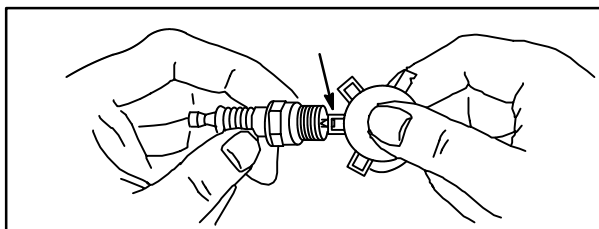

Fig. 47
Use um medidor de cabo (1) para definir a folga da vela de ignição, **Fig. 47**.